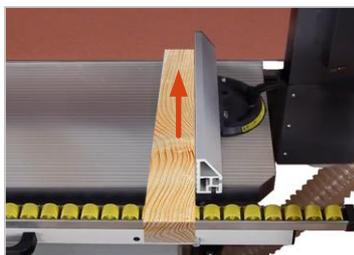
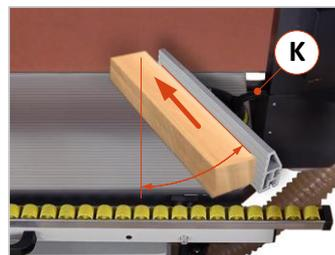

Abbildung 37: Rechtwinklig schleifen
Abbildung 38: Gehrungen schleifen
- Bei Bedarf Klemmhebel (K) lösen und einen Gehrungswinkel am Anschlag einstellen (⇒ Abbildung 38).
- Werkstück in Pfeilrichtung (⇒ Abbildung 37 / ⇒ Abbildung 38) zum Schleifband führen und schleifen.
Winklig zu bearbeitende Werkstückflächen, die breiter sind als die Schleifbandhöhe, können nicht am winklervestellbaren Werkstückanschlag (siehe ⇒ Abbildung 38) geschliffen werden. Mit der Neigungseinstellung des Schleifaggregats um bis zu 45° lassen sich Gehrungen sowie spitze und scharfe Kanten jedoch auch bei sehr breiten bzw. langen Werkstückflächen problemlos schleifen.
- Hauptschalter (1) ausschalten und durch Abschließen sichern.